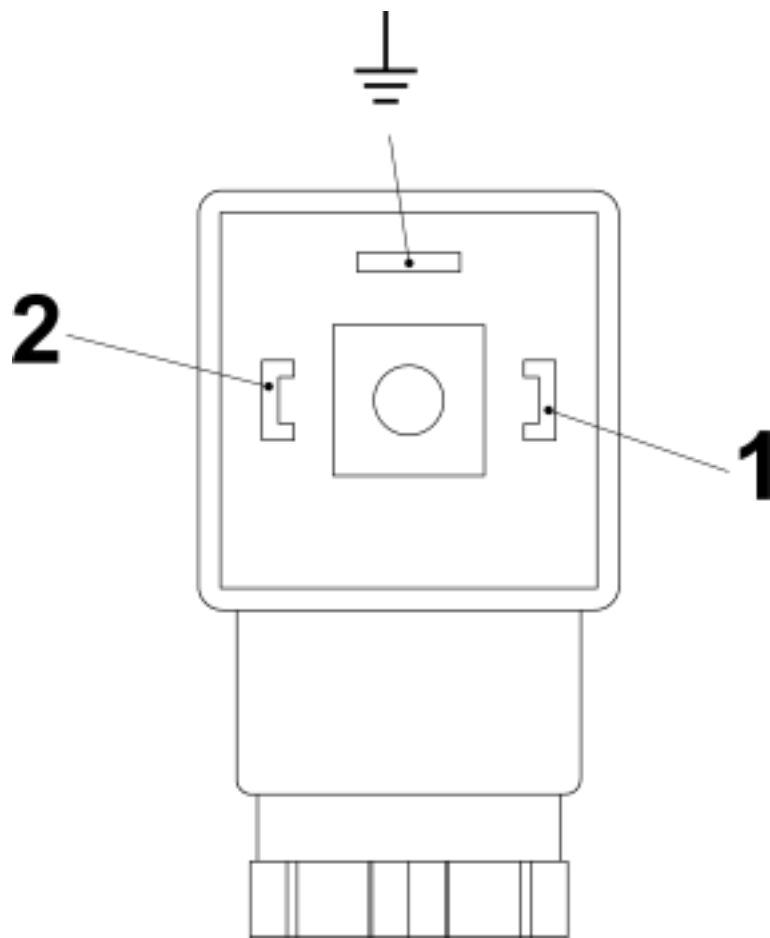
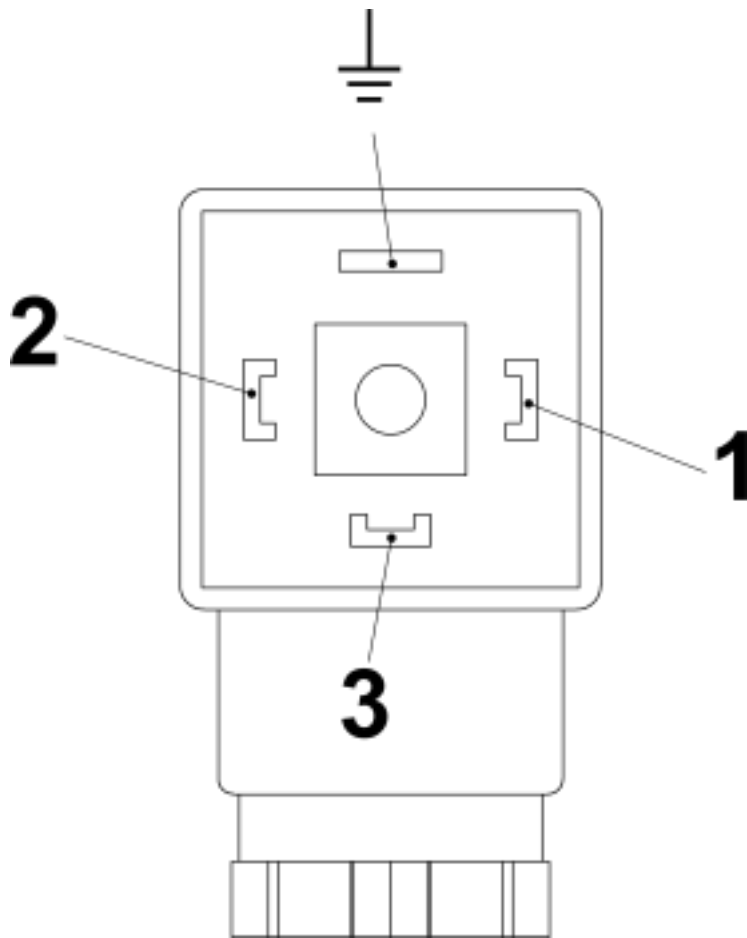

Abb. 29: Pin-Belegung Steckerdose Schließer (Form 30x70)
Abb. 30: Pin-Belegung Steckerdose Wechsler (Form 30x70)
6. Anschluss gemäß den Anschlussbildern (Abb. 29 und Abb. 30) vornehmen